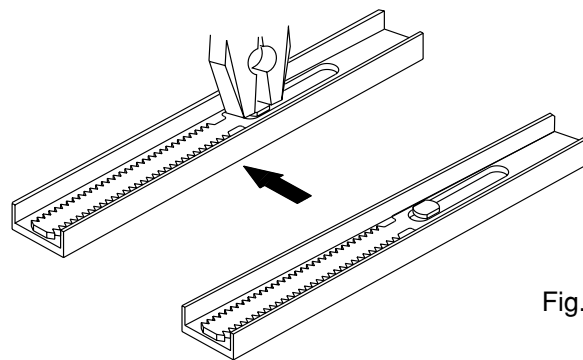

Fig. 8
- Fissare l'asta seghettata ruotando di 90° il nottolino posto all'interno del frontale (fig.8).
- Fasten the threaded rod turning through 90° the rotating pivot that is placed inside the faceplate (fig. 8).